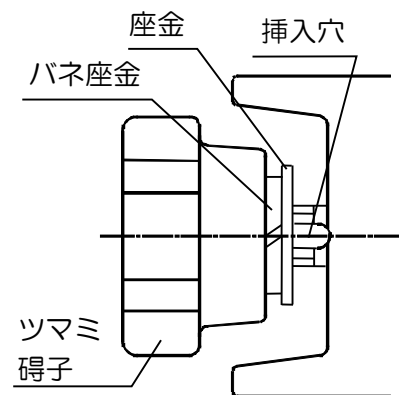

図 10・1
- ① 絶縁筒が付属されている場合, 絶縁筒に配線ケーブルを通す。
- ② 圧着端子などを用いて, 図10・4のように接続し, 表3の推奨締め付けトルクにて締め付ける。